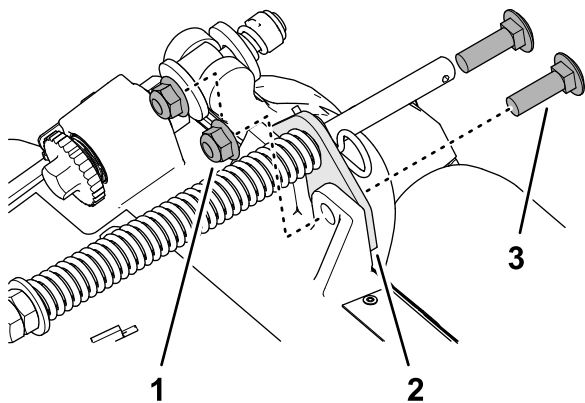

Рисунок 14
2. Удалите 2 фланцевые контргайки ($\frac{3}{8}$ дюйма) и 2 каретных болта ($\frac{3}{8}$ x $1\frac{1}{4}$ дюйма), которые крепят кронштейн компенсатора состояния грунта к раме режущего блока (Рисунок 14).